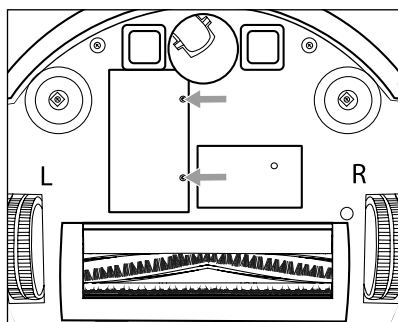

Fig. 16
- 1) Løsn de to skruer til batterirummets afdækning 25 (se fig. 16) på undersiden af produktet med en stjerneskruetrækker, og fjern dem fra produktet. Tag batterirummets afdækning 25 af produktet.